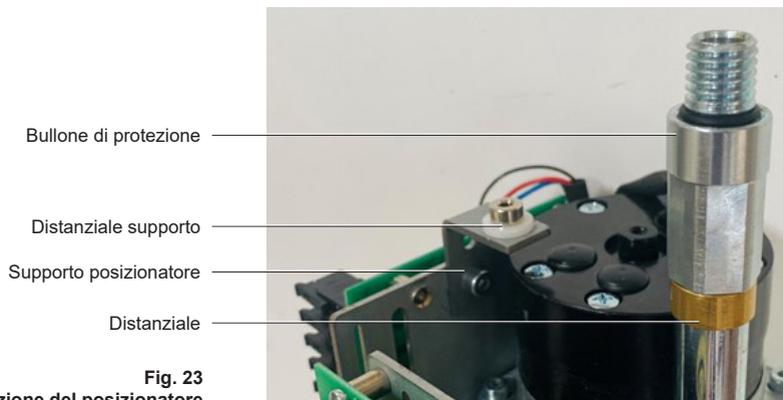

Fig. 23
- Fissare il supporto del posizionatore alla placca principale servendosi del perno in dotazione (Fig. 23)
- 1 – 6 kN: Collegare otturatore e presa del potenziometro sulla scheda posizionatore facendo riferimento alla Fig. 23 "installazione della scheda posizionatore (1 – 6 kN)". Il cablaggio del potenziometro deve essere inserito attraverso il centro della scheda posizionatore come illustrato